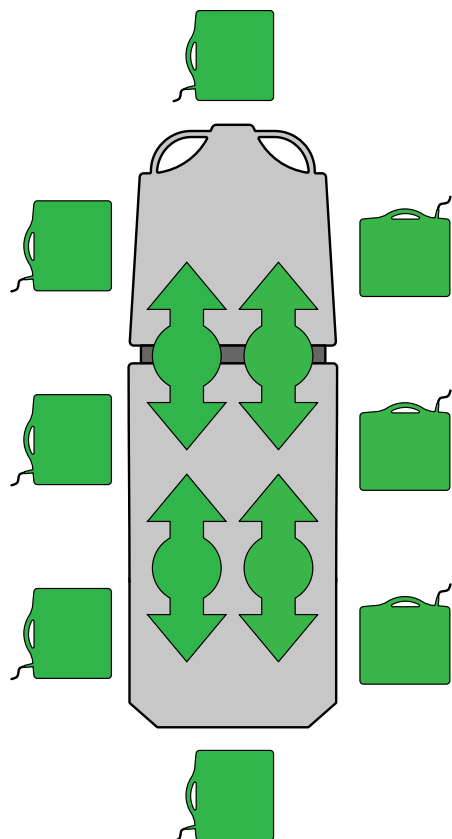

Figura 17 – Inserimento o rimozione delle cassette radiografiche
1. Centrare il paziente sul prodotto con le apposite etichette di posizione poste su tutti i lati del prodotto (Figura 17).